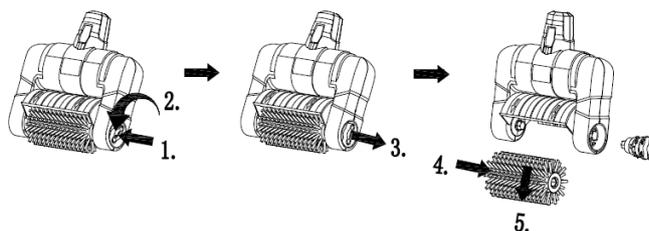

Рис.3
А. Демонтирование роликовой пластиковой щетки (12). См. рис. 3